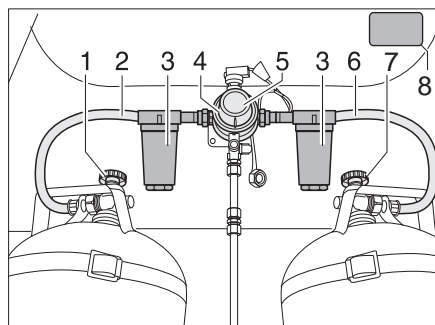
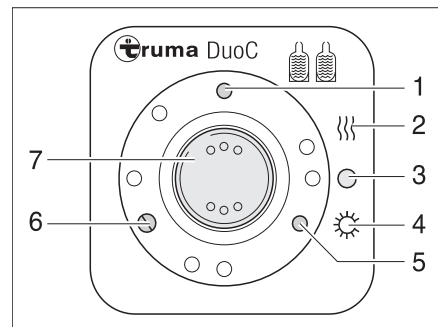

Bild 84 DuoControl-Umschaltanlage
Bild 85 Bedieneinheit
Die DuoControl-Umschaltanlage besteht aus einem Umschaltventil (Bild 84,4) und der Bedieneinheit (Bild 85). Das Umschaltventil ist zwischen den Gasschläuchen (Bild 84,2 und 6) montiert. Mit dem Drehknopf (Bild 84,5) am Umschaltventil kann bestimmt werden, welche der Gasflaschen als Betriebsflasche und welche Gasflasche als Reserveflasche verwendet wird.
Das Umschaltventil (Bild 84,4) ist mit der Regler-Enteisungsanlage EisEx ausgestattet. So werden Störungen der Gasanlage im Winter vermieden.
Vor dem Umschaltventil befinden sich auf jeder Seite ein Gasfilter (Bild 84,3), der die Gasanlage vor Verölung und Verunreinigungen schützt.
An der Bedieneinheit (Bild 85) können nur die elektrischen Funktionen geschaltet werden. Die Haupt-Absperrventile der Gasflaschen (Bild 84,1 und 7) müssen von Hand geöffnet werden.
Das Umschaltventil gewährleistet einen konstanten Gasdruck, unabhängig davon, welche Gasflasche Gas liefert. Die zwei Kontroll-Leuchten an der Bedieneinheit zeigen den Füllstand der Betriebsflasche an. Wenn die grüne Kontroll-Leuchte (Bild 85,6) leuchtet, ist die Betriebsflasche voll. Wenn die rote Kontroll-Leuchte (Bild 85,5) leuchtet, ist die Betriebsflasche leer. Die Gasversorgung erfolgt dann über die Reserveflasche.
- Die Haupt-Absperrventile an den Gasflaschen (Bild 84,1 und 7) öffnen.
- Mit dem Drehknopf (Bild 84,5) am Umschaltventil (Bild 84,4) die Gasflasche wählen, der vorrangig das Gas entnommen werden soll (Betriebsflasche). Den Drehknopf immer bis zum Anschlag drehen.
- Den Wippschalter (Bild 85,7) auf "O" (Bild 85,3) stellen. Die gelbe Kontroll-Leuchte (Bild 85,1) erlischt.
- Die Haupt-Absperrventile an den Gasflaschen (Bild 84,1 und 7) schließen.
Die Kontroll-Leuchten an der Bedieneinheit (Bild 85,5 und 6) signalisieren im Fahrzeuginneren, ob die Betriebsflasche betriebsbereit ist.
Wenn die grüne Kontroll-Leuchte (Bild 85,6) während des Betriebs erlischt und die rote Kontroll-Leuchte (Bild 85,5) aufleuchtet, ist die als Betriebsflasche gewählte Gasflasche leer und muss gewechselt werden. Die Reserveflasche versorgt die Gasverbraucher weiterhin mit Gas.
- ▶ Sicherheitsaufkleber (Bild 84,8) im Gaskasten beachten.